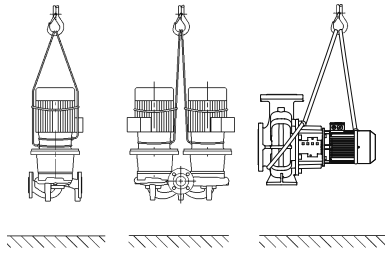

Fig. 6: Транспортиране на помпата
- Транспортните халки на мотора служат само за направляване при захващане на товара (Fig. 6).